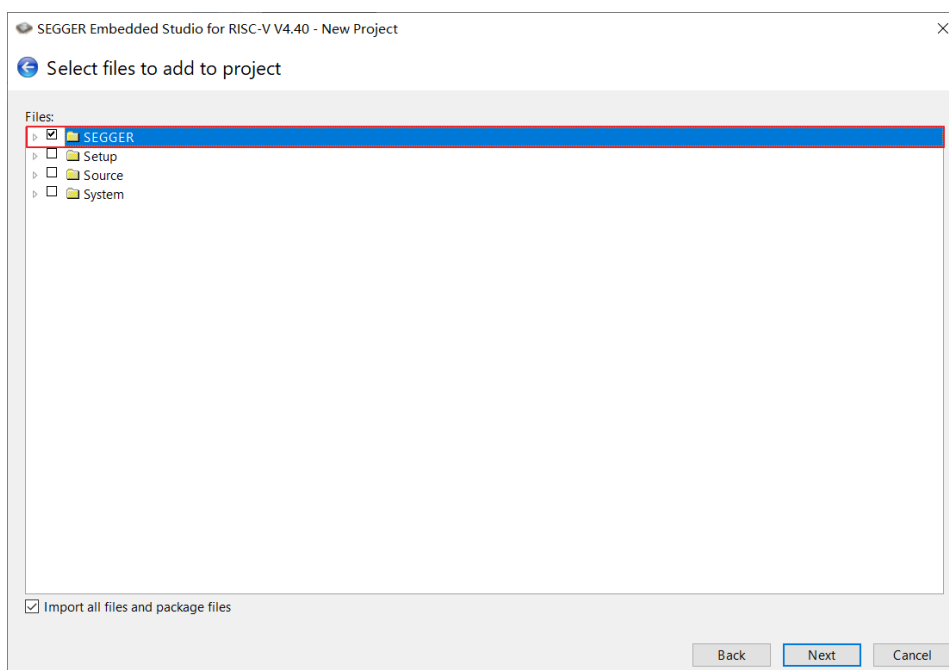

图 4-14 新建工程保留默认文件夹
- 任意新建一个工程，在添加默认文件夹的时候选中 SEGGER 文件夹，如图 4-14。